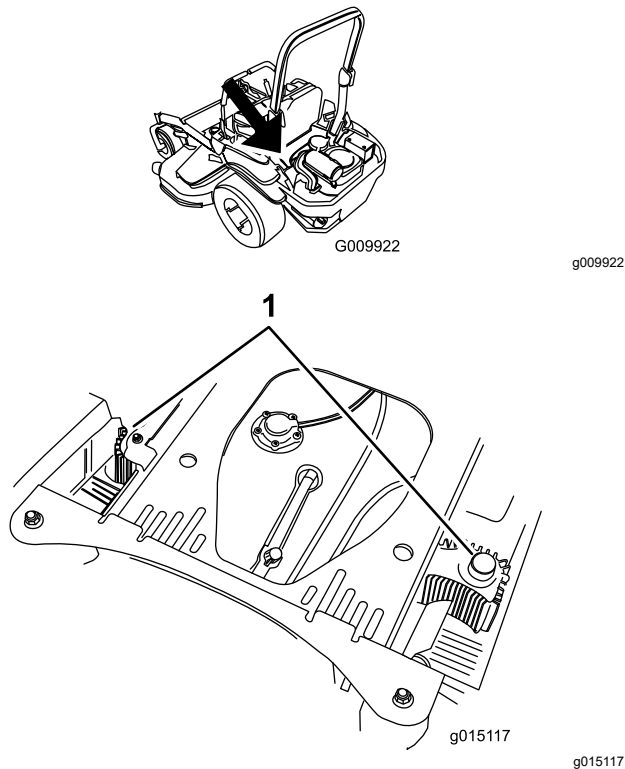

Figure 70
4. Débarrassez les protections de l'unité hydraulique de l'herbe et des débris accumulés (Figure 70).